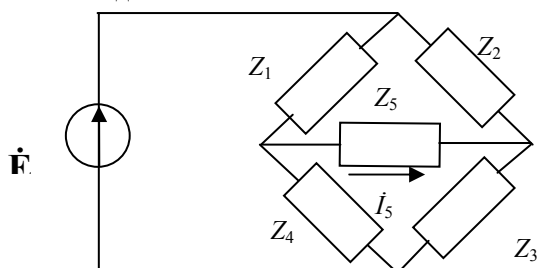

Рис. 3.13
3.2.1. Определить ток  $\dot{I}_5$  в диагонали мостовой схемы, изображенной на рис. 3.13. Сопротивления  $\dot{Z}_1, \dot{Z}_2, \dot{Z}_3, \dot{Z}_4, \dot{Z}_5$  и ЭДС источника  $\dot{E}$  заданы.
3.2.1. Удалим из цепи (рис. 3.13) ветвь  $\dot{Z}_5$  и определим напряжение